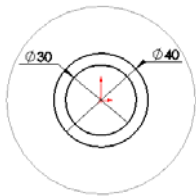

图 4-50 绘制的草图
**08** 绘制草图。在菜单栏中选择“工具”→“草图绘制实体”→“圆”命令，以原点为圆心绘制两个同心圆，直径分别为 30 和 40，如图 4-50 所示。